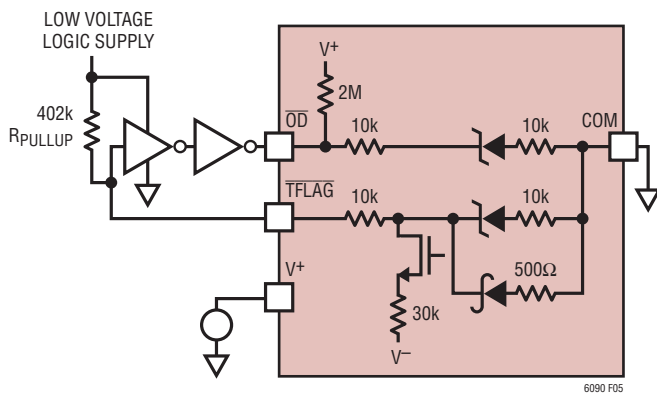

図5. 単電源アプリケーションの不均衡両電源でTFLAGピンを使っ
- COMピンが接地されているが、V-電源がグランドを基準にして $0V \sim -3V$ 以内にあるとき、図5に示されているように、ロジック・バッファを使って \overline{OD} をロジック“L”に強制する必要があります。図5のプルアップ抵抗(R_{PULLUP})は、ロジック・バッファに対してロジック“L”を保証するのに十分大きいものを選択する必要があります。ほとんどのCMOSでは、少なくとも $402k$ のプルアップ抵抗値が必要です。代わりにCOMピンをフロートさせれば、ロジック・バッファは不要です。COMがフロート状態であれば、サーマル・シャットダウンを適切に動作させるために、単に \overline{OD} をTFLAGに直接接続することができます。